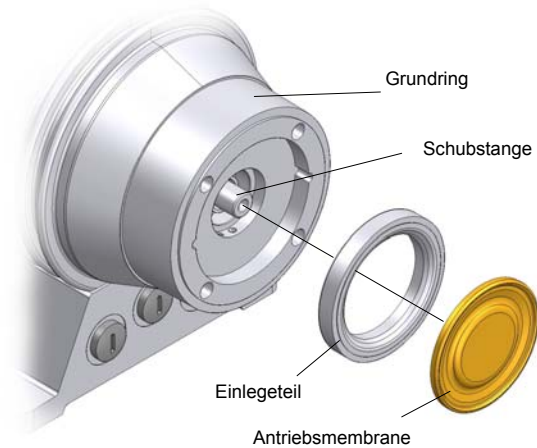

Abb. 43 (Demontage der Antriebsmembrane)
- Antriebsmembrane aus der Schubstange herausdrehen (siehe Abb. 43)